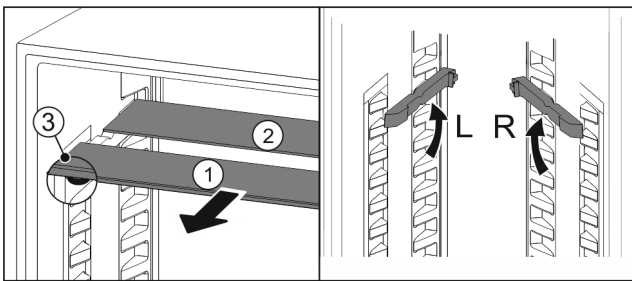

Fig. 68
- ▶ Sortir les tablettes par l'avant Fig. 68 (1).
- ▷ La tablette en verre Fig. 68 (1) avec bordure décorative est située à l'avant.
- ▷ Les butées Fig. 68 (3) sont orientées vers le bas.